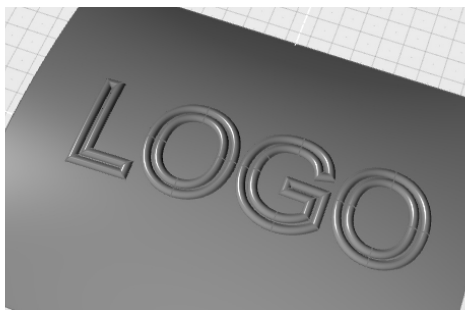

图 3-104 基于投影曲线生成三维立体 LOGO
3) 在后续章节中将学习基于曲线创建曲面, 例如, 这里可以使用“管道”工具, 绘制另外一个圆作为管道截面, 沿 LOGO 字样生成曲面, 即生成三维立体 LOGO, 如图 3-104 所示。